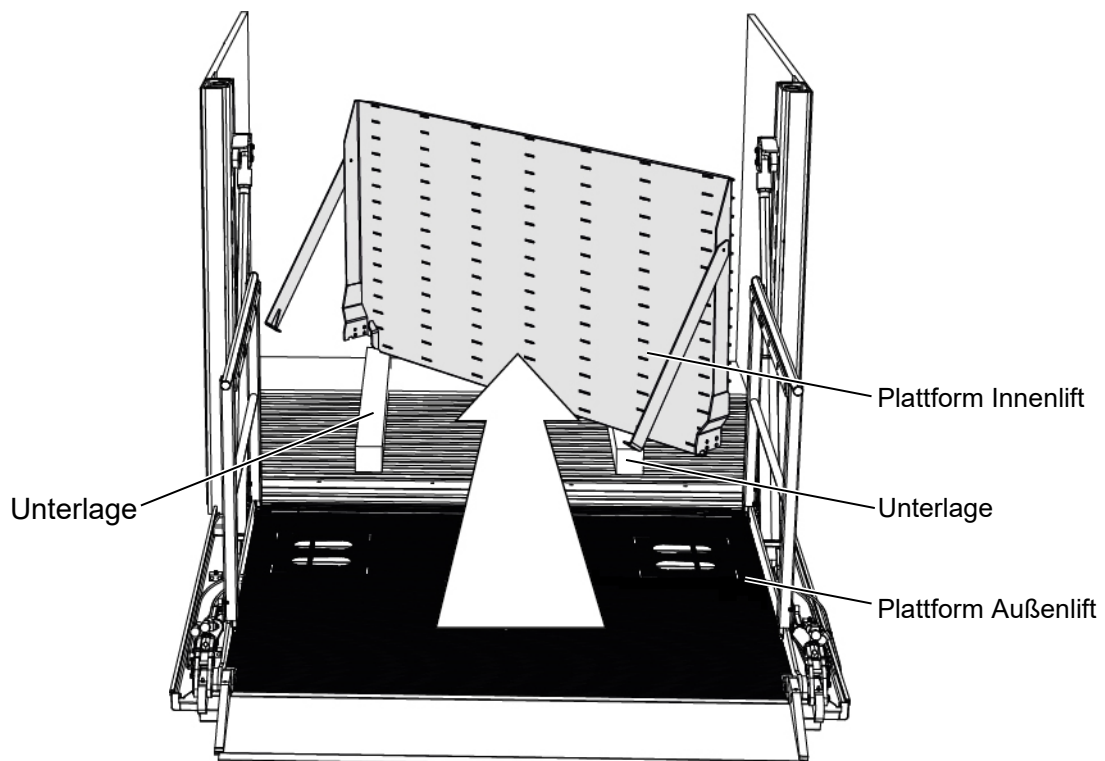

Abbildung 16: Plattform Innenlift in das Fahrzeug bringen
- Bringen Sie die Plattform des Innenliftes in das Fahrzeug, z. B. mit einem Gabelstapler. Stellen Sie die Plattform dabei schräg, sodass sie durch den Führungsrahmen des Außenliftes passt (siehe Abbildung 16).